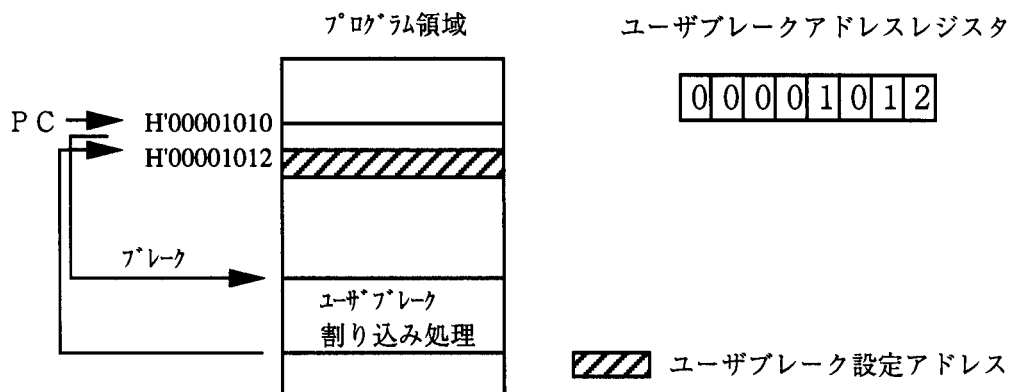

図1 ユーザブレークコントローラの動作ブロック図
- (1) 図1に示すようにユーザブレークレジスタに設定したブレークポイント (H' 00001012番地) にある命令の手前でユーザブレーク割り込みが発生します。